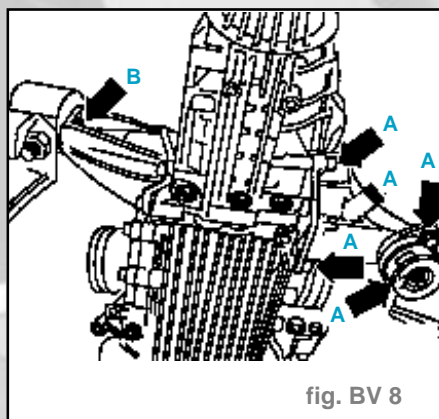

fig. BV 8
- Puis dévisser l'appui de boîte de vitesses droit avec le palier métallique caoutchouc de la boîte de vitesses (flèche **-A-**) (fig. BV 8).
- Visser l'appui de boîte de vitesses avec le palier métal-caoutchouc sur la boîte de vitesses et le berceau (flèche **-A-**) (fig. BV 8).